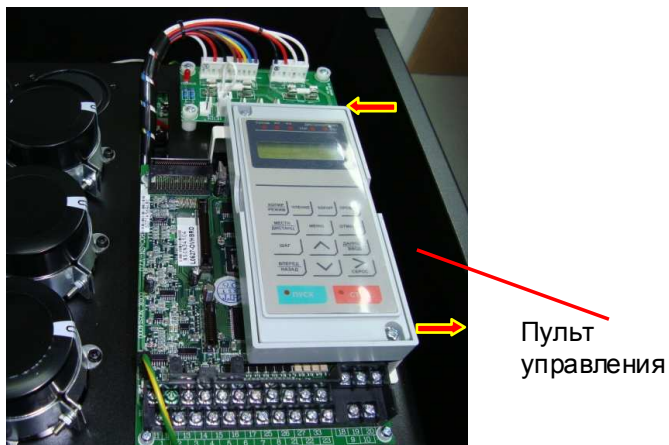

Рис. 6.2
6.2.1. Выкрутить два винта крепления пульта управления (рис. 6.2, красные стрелки). Положить винты в тару.